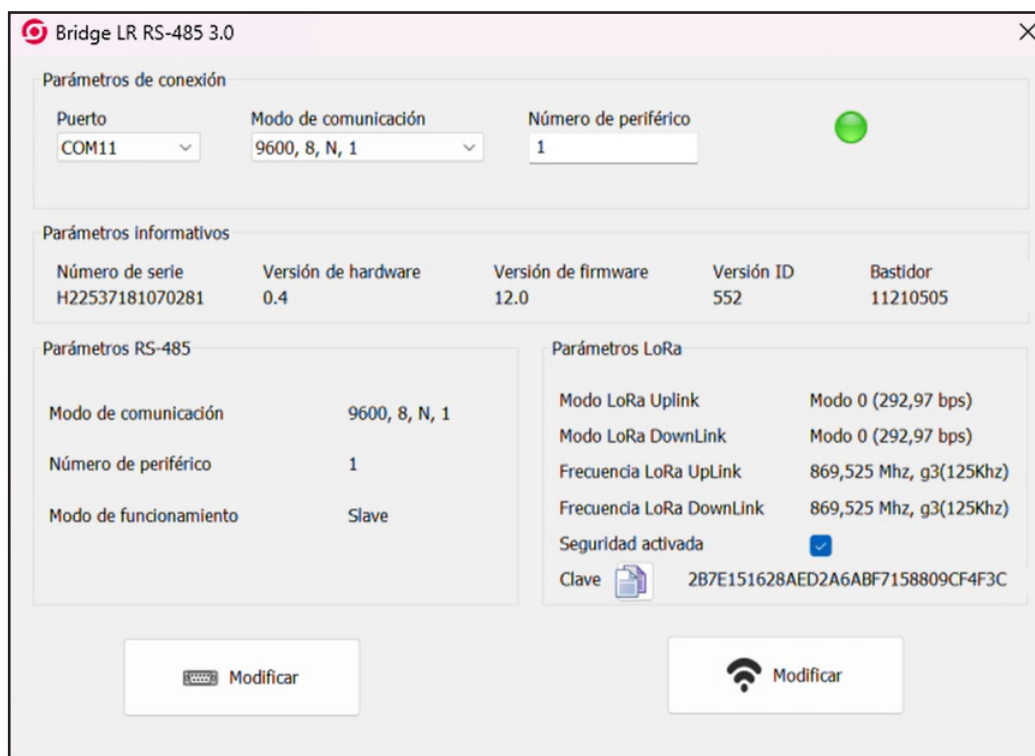

Figura 11: Software de configuración: Equipo conectado.
4.- Una vez el equipo está comunicando con el PC el icono de conexión pasa a color verde, y se visualizan los **Parámetros informativos** y los **Parámetros RS-485 y LoRa™** por defecto (**Figura 11**).